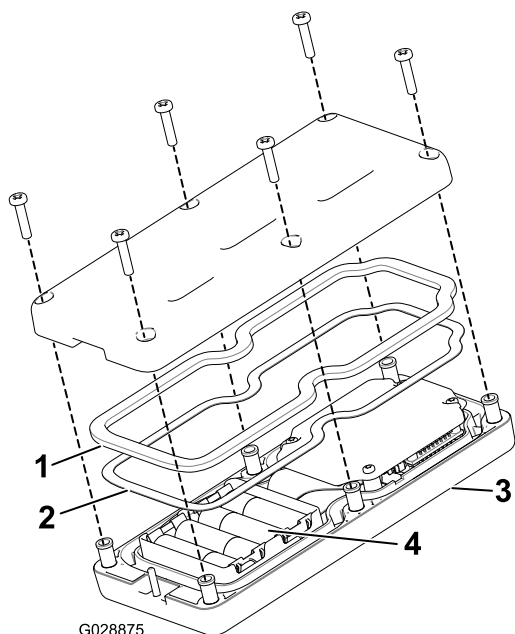

Рисунок 46
3. Отверните 6 винтов в задней части пульта дистанционного управления и демонтируйте крышку (Рисунок 46).
- Вставьте все новые батарейки в соответствующие гнезда, соблюдая полярность. (Если батарейки будут установлены неправильно, устройство не будет повреждено, но и не будет работать.) В каждом гнезде имеется тиснение с обозначениями полярности клемм (Рисунок 46).
- В случае случайного удаления резинового уплотнения и стальной прокладки осторожно установите их в канавку ручного пульта дистанционного управления (Рисунок 46).
- Установите крышку, закрепите ее с помощью 6 ранее снятых винтов (Рисунок 46) и затяните их с моментом 1,5-1,7 Н·м.